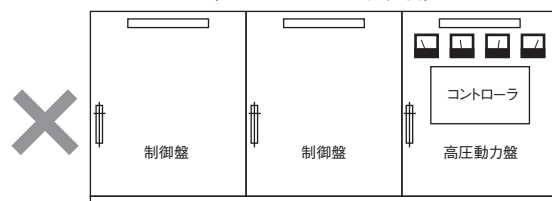

図3. 高圧機器の設置されている盤内での配置例
保守・操作の安全性を考え、高圧機器(600V以上)や動力機器から分離して設置する。やむをえない場合はできる限り離して設置する。(図3. 参照)
- ④動力ケーブルと信号ケーブルは、お互いに悪い影響を受けないよう、平行させてはならない。
- ⑤高圧機器の設置されている盤内での取り付けは、ノイズが誘導されるため、高圧、動力系からできるだけ分離して配線、設置する。(図3. 参照)